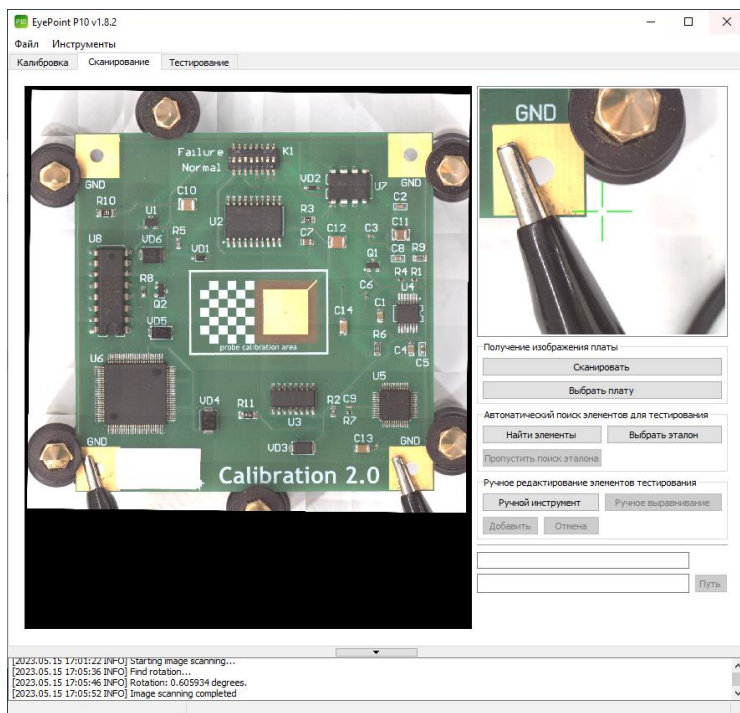

Рисунок 17. Отсканированная область с платой ПО EyePoint P10b.
- Полученная картинка должна вмещать интересующую оператора площадь, выбранную в п.11.1. Примерный вид такого результата показан ниже (Рисунок 17).